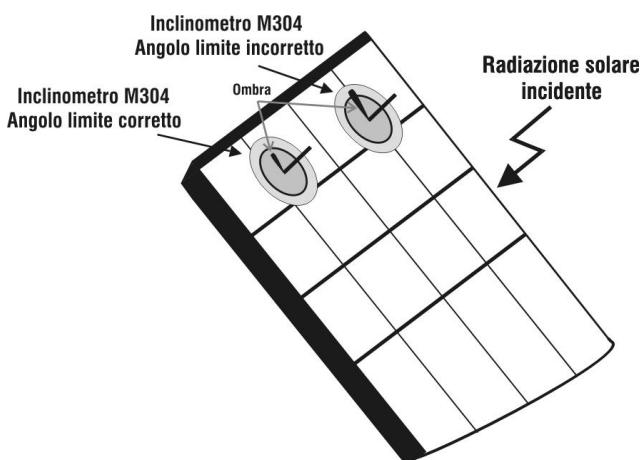

Fig. 8: Colocação do inclinómetro M304
17. Montar a haste no disco do acessório M304 (inclinómetro) fornecido e mantê-la apoiada na superfície do painel. Verificar se a sombra da haste projetada no disco cai dentro do “círculo concêntrico limite” interior ao referido disco (ver Fig. 8). Caso contrário, o ângulo entre os raios solares e a superfície do painel é muito elevado e, portanto, as medições efetuadas pelo instrumento NÃO se podem considerar fiáveis. Repetir as operações noutras momentos do dia.